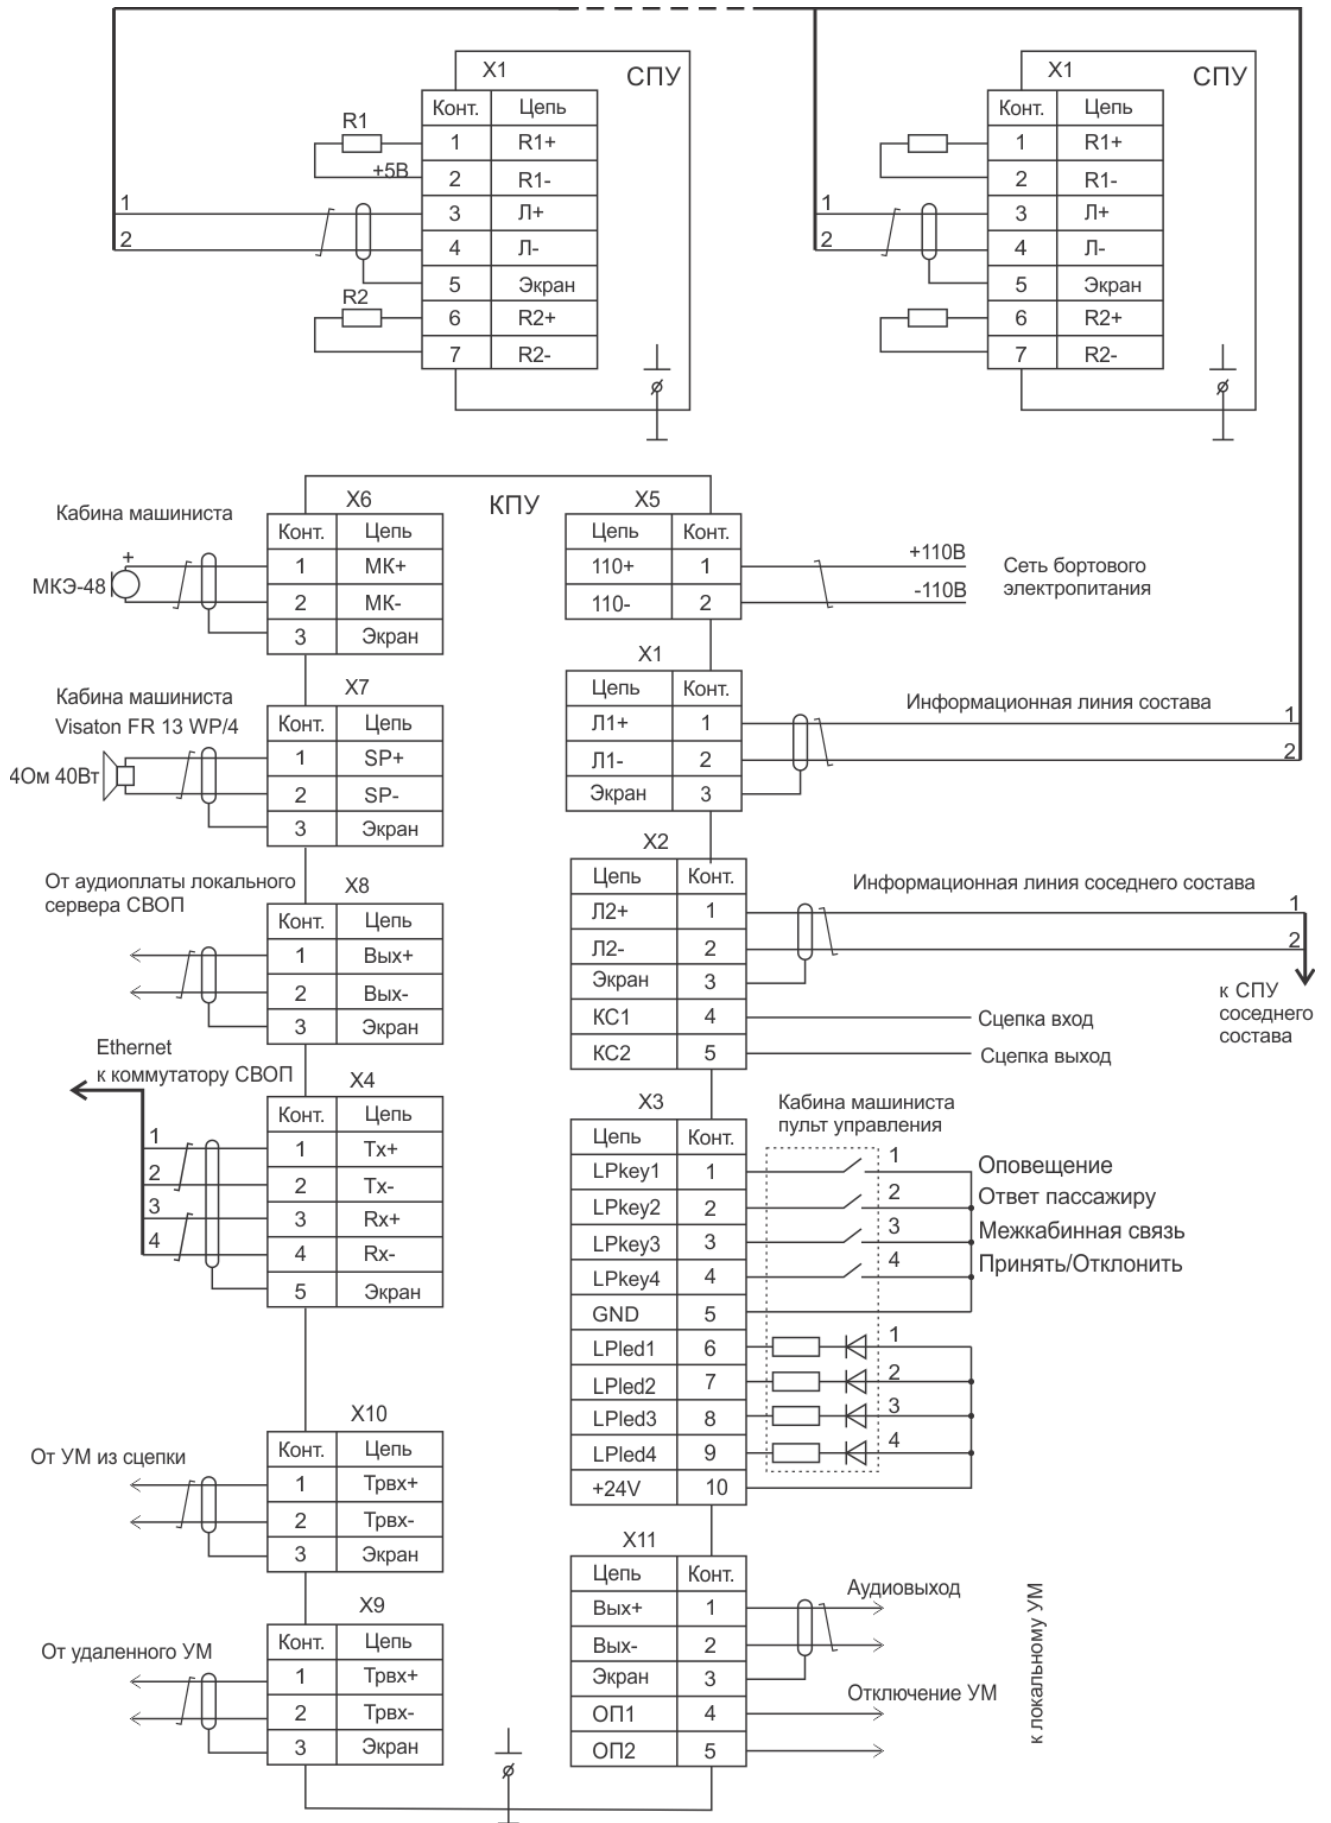

Рисунок 8 - Схема подключения КПУ и СПУ
5.5.2 К модулю КПУ подключаются внешние цепи при помощи соединителей, входящих в комплект поставки и кабелей связи (рисунок 8):